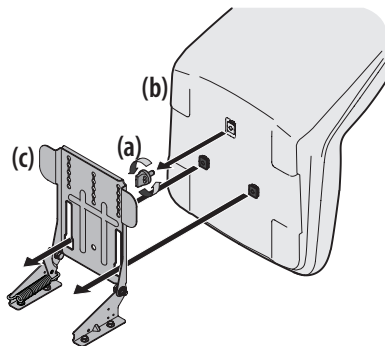

Figure 3
2. Enlevez le bouton de réglage du siège ou le boulon (a) de réglage de 9/16 po sous le siège (b). Voir Figure 3.
3. Alignez le siège (b) avec le support de pivotement du siège (c), comme illustré sur la Figure 3, et installez le siège (b) sur le support de siège en insérant les deux encoches sous le siège (c) dans les fentes du support de pivotement (c).